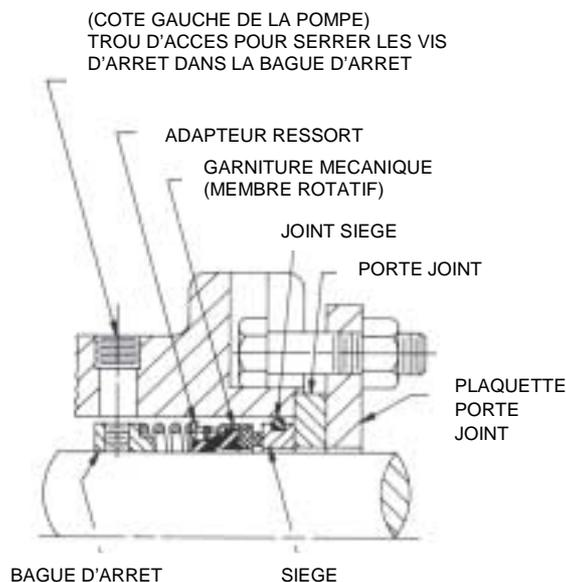

FIGURE 15
4. Faites tourner l'arbre afin que les deux vis d'arrêt de la bague d'arrêt soient visibles par le trou d'accès de la garniture sur le côté gauche de la pompe (vue de l'extrémité de l'arbre). Il faut dévisser ces deux vis d'arrêt avant de retirer l'arbre de la pompe. Voir Figure 15.
6. Placez la bague d'arrêt de la garniture sur l'arbre, enfoncez dans la chambre d'étanchéité afin que le trait de centre des vis d'arrêt coïncide au trait de centre du trou d'accès à la droite du support (vue de l'extrémité de l'arbre). Voir Figure 15. Serrez les vis d'arrêt pour fixer la bague d'arrêt à l'arbre.